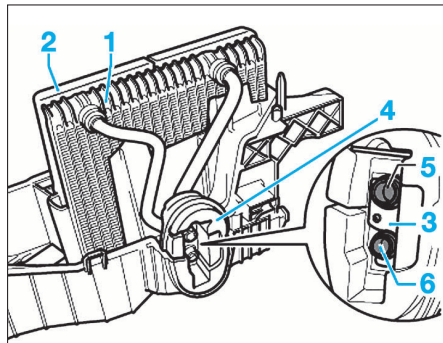

FIG. 21
- Déposer l'évaporateur (1) (Fig.21).
- contrôler le joint (2) avant la remise en place de l'évaporateur (Fig.21).
- poser le support (3) et le joint d'étanchéité (4) sur les tuyaux de raccord (5) et (6) de l'évaporateur.